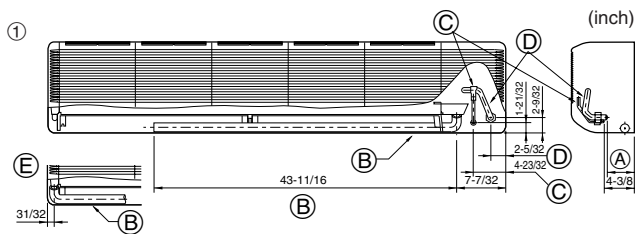

Fig. 4-2
- ① Posición de los tubos del refrigerante y de drenaje (Fig. 4-2)